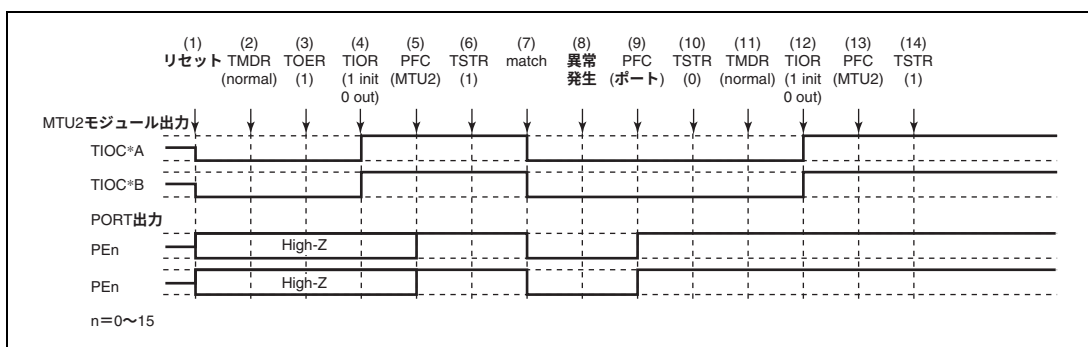

図 12.117 ノーマルモードで異常が発生し、ノーマルモードで復帰する場合
ノーマルモードで異常が発生し、再設定後ノーマルモードで再スタートする場合の説明図を図 12.117 に示します。
(1) ~ (10) は図 12.117 と共通です。
(11) PWM モード 1 を設定します。
(12) TIOR で端子を初期化してください (PWM モード 1 では TIOC*B 側は初期化されません。初期化したい場合はノーマルモードで初期化した後、PWM モード 1 に遷移してください)。
(13) 汎用入出力ポートで本モジュール出力としてください。
(14) TSTR で再スタートします。
(1) ～ (10) は図 12.117 と共通です。
(11) PWM モード 2 を設定します。
(12) TIOR で端子を初期化してください (PWM モード 2 では周期レジスタの端子は初期化されません。初期化したい場合にはノーマルモードで初期化した後 PWM モード 2 に遷移してください)。
- (1) ～ (10) は図 12.117 と共通です。
- (11) 位相計数モードを設定します。
- (12) TIOR で端子を初期化してください。
- (13) 汎用入出力ポートで本モジュール出力としてください。
- (14) TSTR で再起動します。
- (11) TIOR でノーマルモードの波形生成部を初期化してください。
- (12) TIOR でノーマルモードの波形生成部の動作を禁止してください。
- (13) TOER でチャンネル 3、4 の出力を禁止してください。
- (14) TOCR で相補 PWM の出力レベルと周期出力の許可禁止を選択してください。
- (15) 相補 PWM を設定します。
- (16) TOER でチャンネル 3、4 の出力を許可してください。
- (17) 汎用入出力ポートで本モジュール出力としてください。
- (18) TSTR で再スタートします。
(1) ～ (13) は図 12.117 と共通です。
(14) TOCR でリセット同期 PWM の出力レベルと周期出力の許可禁止を選択してください。
(15) リセット同期 PWM を設定します。
(16) TOER でチャンネル 3、4 の出力を許可してください。
(17) 汎用入出力ポートで本モジュール出力としてください。
(18) TSTR で再スタートします。